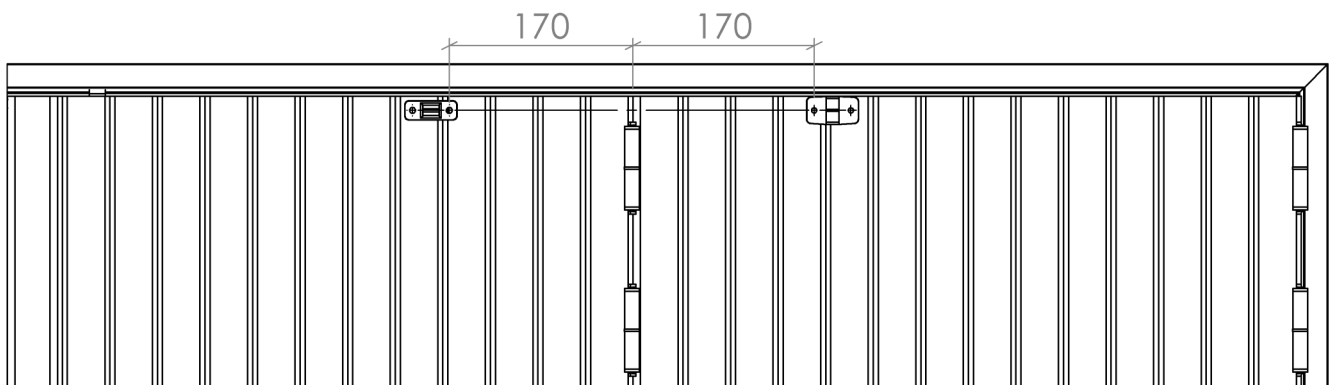

Figure 5.2
- Répétez ces opération entre le portillon et le vantail de rive (4 vantaux uniquement) (Fig. 5.2)